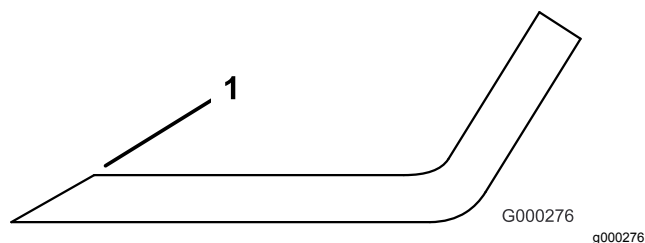

Figura 69
1. Affilate il tagliente da entrambe le estremità della lama (Figura 69).